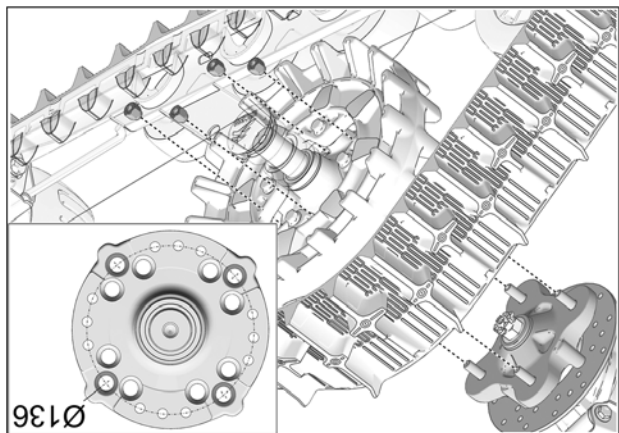

Fig. 9
9. Fixer le système de traction au moyeu de roue arrière. Utiliser le cercle de perçage de  $\varnothing 136\text{mm}$  et les écrous de roue d'origine du véhicule. Voir Fig. 9